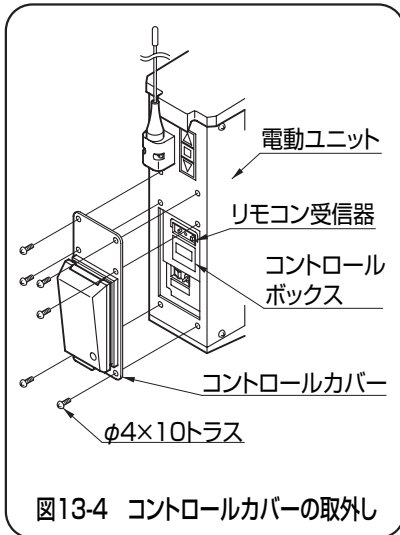

図13-4 コントロールカバーの取外し
- ①コントロールカバーをはずしてください。(図13-4参照)
- ①上キャップをはずしてください。(図13-4参照)